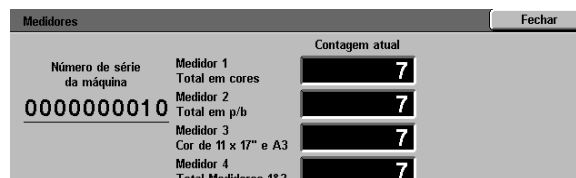

Figura 3: tela Medidores
- 2 Toque no ícone **Medidores** para exibir a tela Medidores, conforme ilustrado na Figura 3.